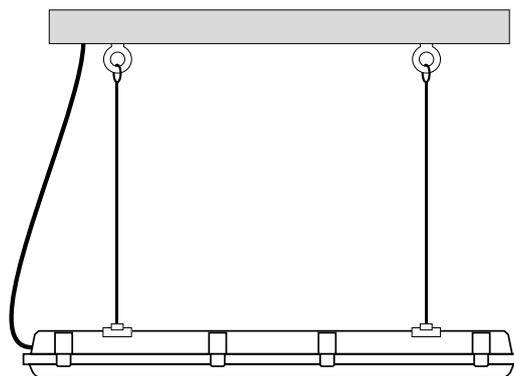

Рис. 2. Установка светильника подвесным способом
- Для подвешивания (рис. 2) закрепите на потолке рым-болты для тросов (в комплект не входят).